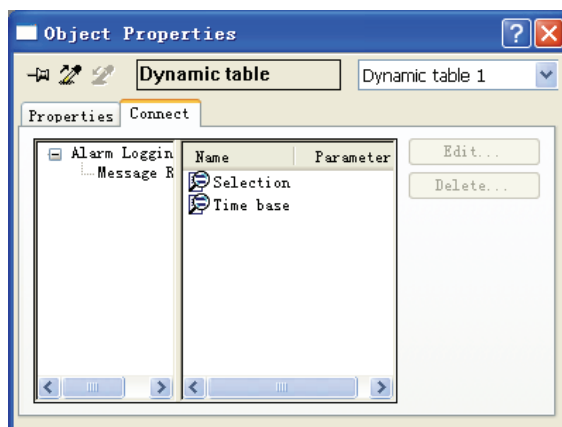
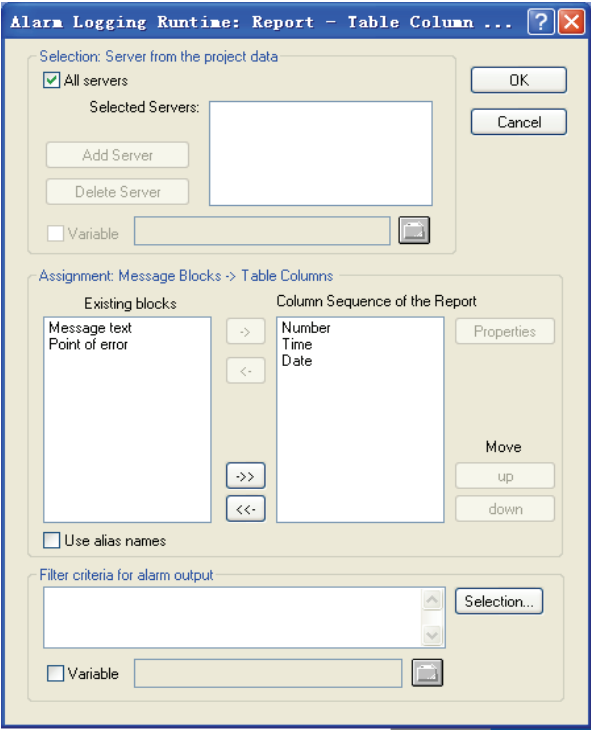
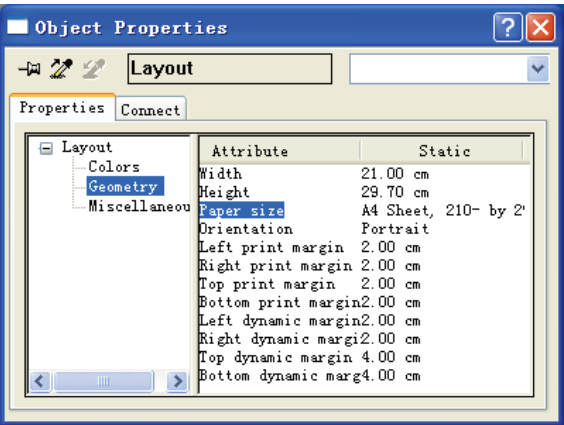

图 9-8 “Object Properties”对话框
图 9-9 “Alarm Logging Runtime: Report-Table Column” 对话框
图 9-10 布局的 “Object Properties”
- 6) 在“Object Properties”对话框中，选择“Connect”选项卡，然后再选择该选项卡中左侧的日志对象。可操作事项的列表显示在右侧，如图 9-8 所示。
- 7) 双击图 9-8 的“Selection”项，或选中“Selection”项单击“Edit...”按钮，打开图 9-9 所示的“Alarm Logging Runtime: Report-Table Column...”对话框，将“Existing blocks”栏中的需要在消息报表中打印的消息块选中，单击  按钮移至“Column Sequence of the”
8) 在图 9-8 的工作区的空白区右键单击选择 “Properties” 选项，打开布局的 “Object Properties” 对话框，如图 9-10 所示。在 “Properties” 选项卡选中 “Geometry”，在 “Paper size” 项中选择 “A4 sheet”，其他设置根据需要修改即可。完成组态，单击工具栏中的保存按钮保存页面布局。